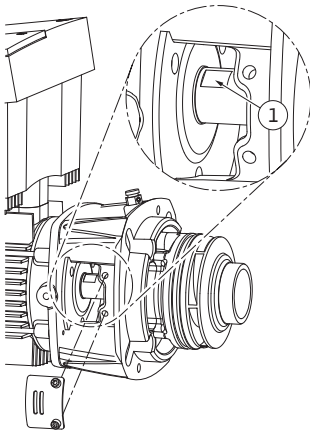

Fig. 54: Σημεία εφαρμογής κλειδιού στον άξονα
15. Εισάγετε ένα γερμανικό κλειδί με άνοιγμα 22 mm στο παράθυρο της λατέρνας και κρατήστε σταθερό τον άξονα από τα ειδικά σημεία εφαρμογής (Fig. 54, θέση 1). Ξεβιδώστε το παξιμάδι της πτερωτής (Fig. 7, θέση 15). Η πτερωτή (Fig. 7, θέση 16) βγαίνει αυτόματα από τον άξονα.
24. Κατά την εγκατάσταση της πτερωτής, εισαγάγετε ένα γερμανικό κλειδί με άνοιγμα 22 mm στο παράθυρο της λατέρνας και κρατήστε τον άξονα σταθερό με το κλειδί από τα σημεία εφαρμογής (Fig. 54, θέση 1).